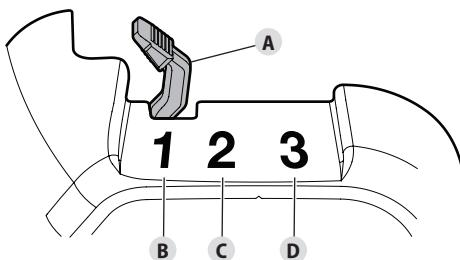

Fig. 13
2. Coloque la palanca del estrangulador (Fig. 13-A) en la **Posición 1** (Fig. 13-B).
6. Coloque la palanca del estrangulador en la **Posición 2** (Fig. 13-C).
9. Coloque la palanca del estrangulador en la **Posición 3** (Fig. 13-D). Deje que el motor se caliente 60 segundos más. Se puede usar la unidad durante este período.